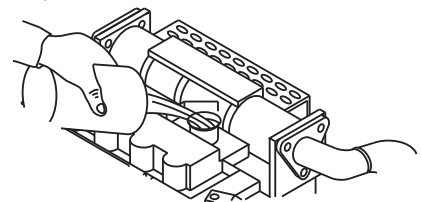

Figura 14. Orificio para el llenado del aceite
4. Si el nivel de aceite esta bajo, agregue aceite a través del orificio para el llenado (Figura 14) con el tipo de aceite recomendado (Tabla 5). La máxima capacidad de aceite es 3.7 litros (3.9 cuartos).